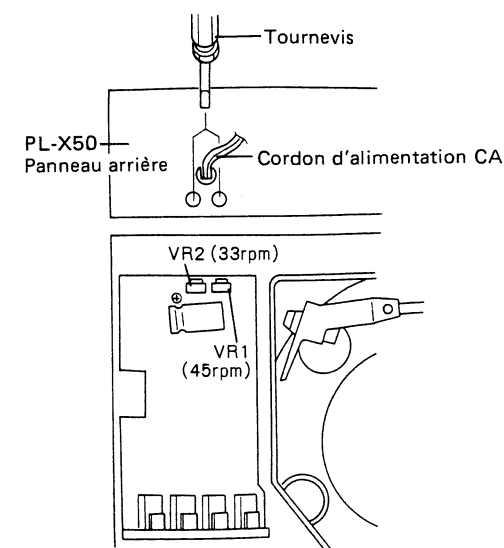

Fig. 12-5 Réglage de la vitesse du moteur de la platine
2. Régler VR pour le réglage de vitesse situé sur le panneau arrière de l'appareil. La vitesse de rotation est altérée si VR et le couvercle entrent en contact lors du réglage VR. Lorsqu'un tournevis métallique est utilisé pour ce réglage, toujours enrouler la tige du tournevis de ruban isolant et essayer d'éviter tout contact avec le couvercle (Fig. 12-5).